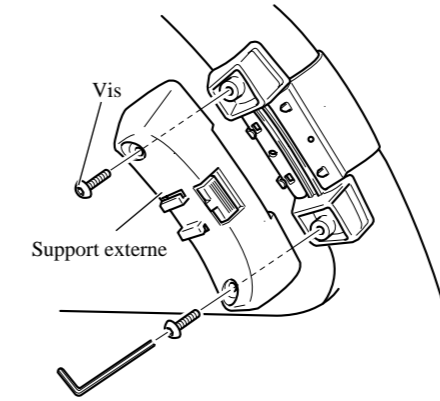

Fig. 17
**3. Installer le support externe sur le support interne et fixer avec les vis. (Fig. 17)**